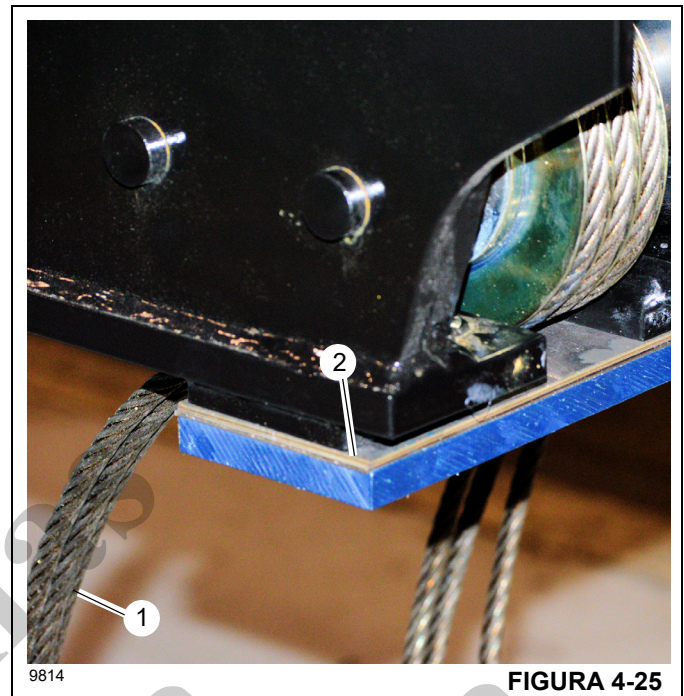

FIGURA 4-25
15. Instale os parafusos (11) e as guias do rolo do cabo de retração (12) na base da lança da seção do Telescópio 1.
16. Instale duas placas de montagem das placas de desgaste superiores (52) e as placas de desgaste (53) usando parafusos (54) e arruelas (55).
17. Instale a placa de desgaste inferior (16) e calços (15) na base da lança da seção do Telescópio 1 usando parafusos (14). Certifique-se de instalar os cabos de retração 3/2/1 (1, Figura 4-25) entre a parte inferior da lança da seção do Telescópio 1 e os calços da placa de desgaste inferior (2).